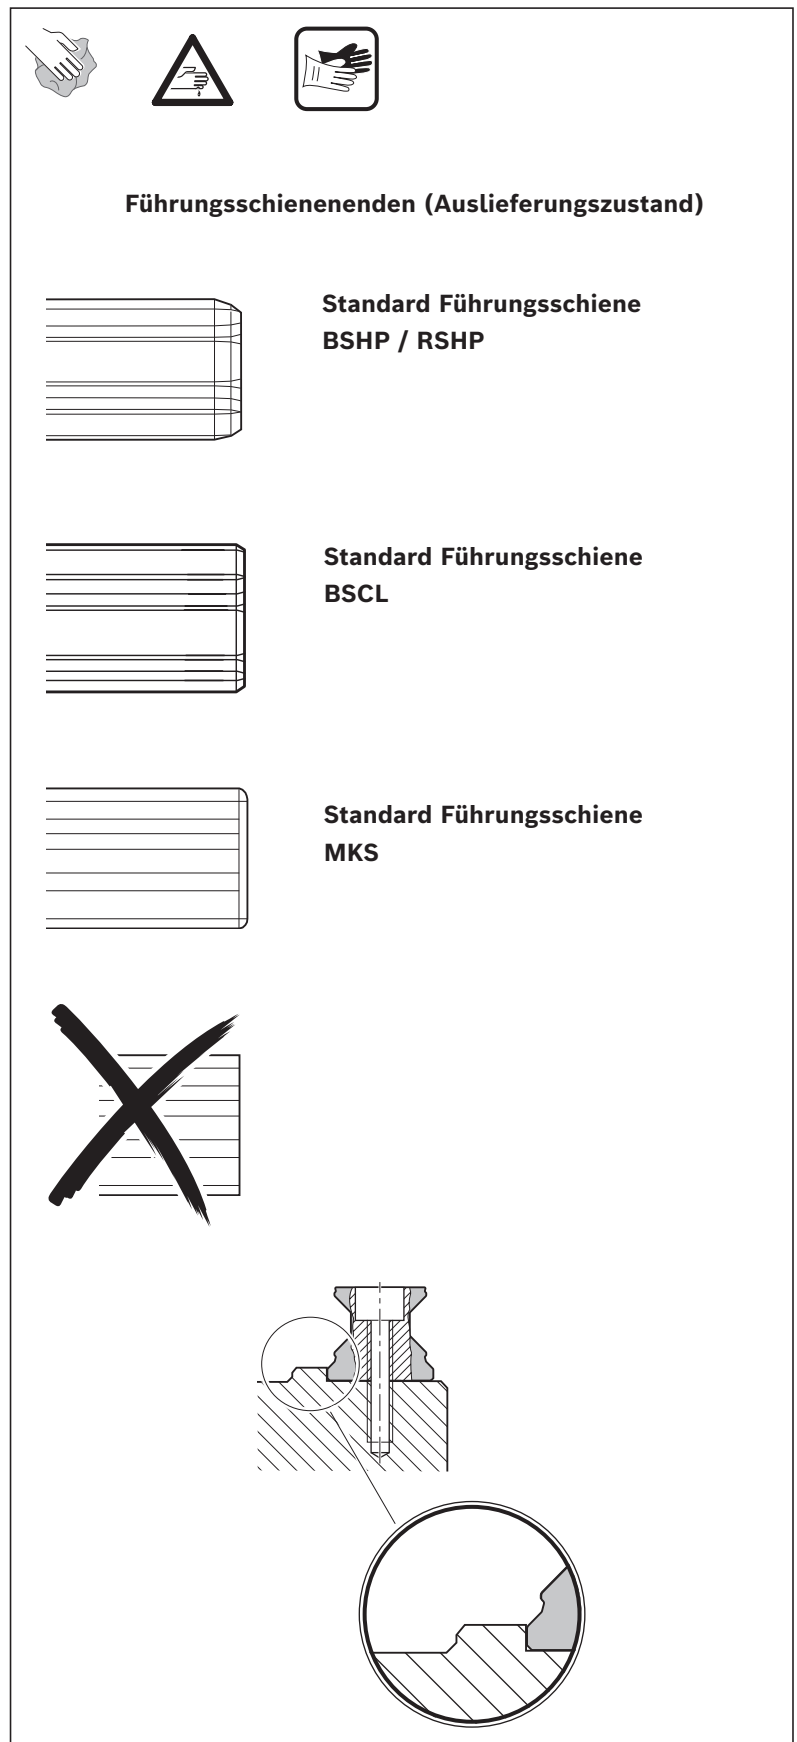

Fig. 11: Führungsschienen vorbereiten
- Bei Lieferungen von BSHP/RSHP Führungsschienen in Werkslängen/Packeinheiten müssen die Schienenenden entsprechend Fig. 11 angefast werden. Weitere Informationen hierzu siehe Anleitung „Easy Customizing R320103159“.